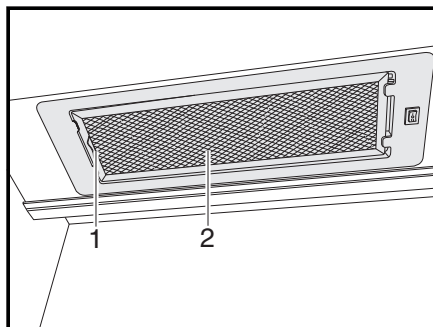

Fig. 146 Campana
- Empujar la palanca (Fig. 146,1) hacia dentro.
- Quitar el filtro (Fig. 146,2) tirando hacia abajo.